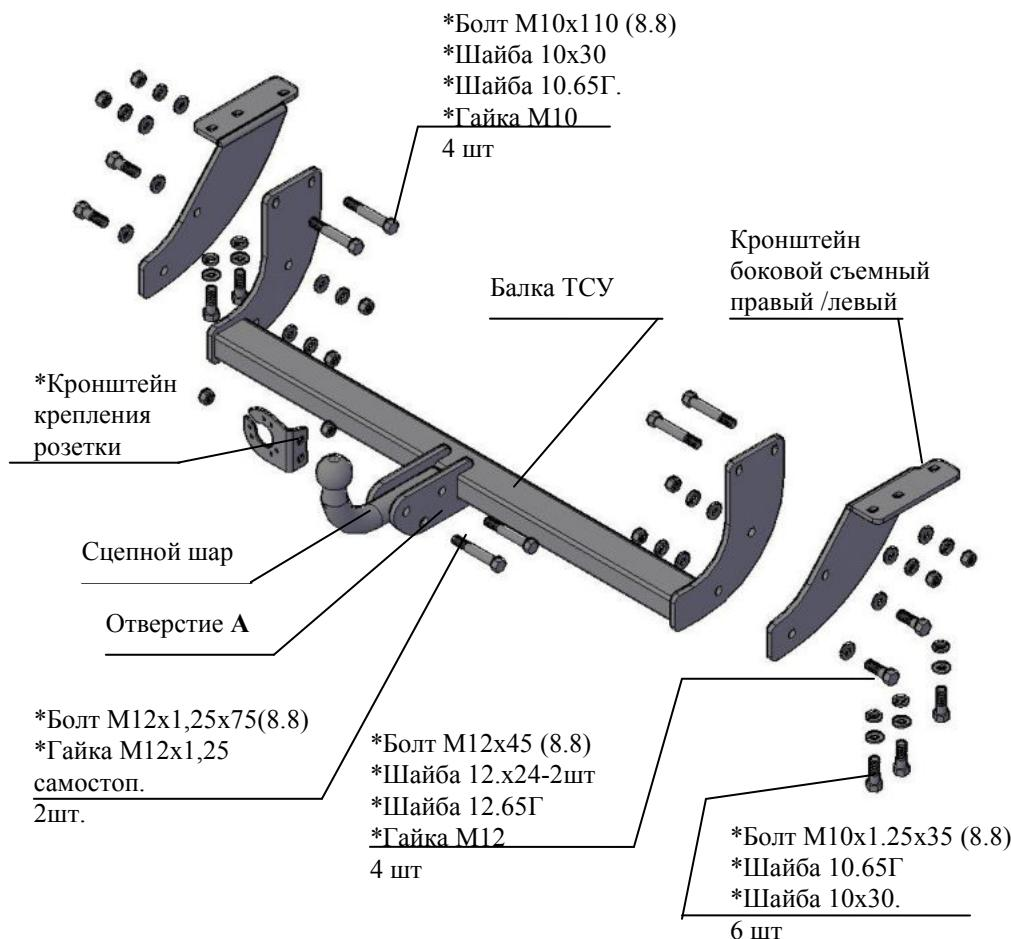

Рис.1 Тягово-сцепное устройство 7160
2.1 ТСУ 7160 в сборе (рис.1)	1 шт.
2.2 Пакет с комплектующими (см. рис.1)	1 шт.
4.3 Закрепить съемные боковые кронштейны (правый и левый соответственно рис.1) к нижним полкам лонжеронов болтами M10x1.25x35